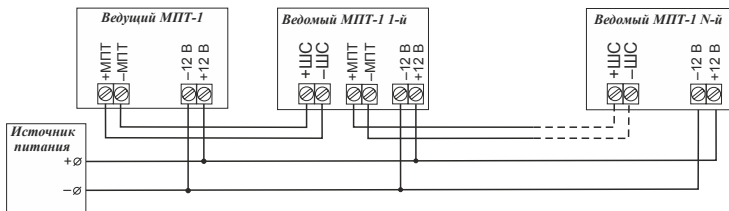

Рисунок 4
- ±МПТ – используется для подключения ведомых модулей, задействовав в них клеммы ±ШС (Рисунок 4). Ведущий и ведомые модули должны иметь общий провод питания 12 В. Расстояние между модулями не более 50 м. Ведущий модуль включает ведомые модули после того, как получит команду от приемно-контрольного прибора, ИПР или двух бездрезных ИП, ЭДУ-ПТ.